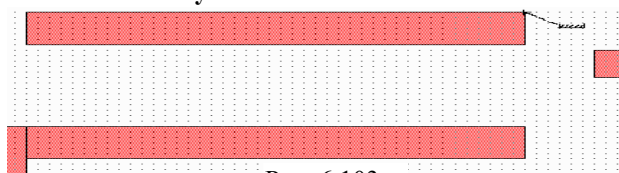
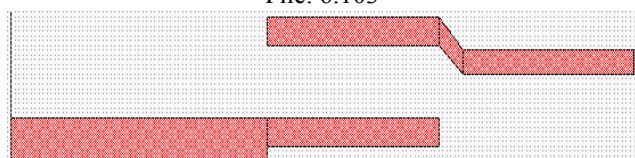

Рис. 6.103
Рис. 6.104
8. Щёлкните по значку **Polygon** на панели инструментов. Поместите курсор на правый верхний угол первого верхнего проводника и щёлкните левой кнопкой мышки, чтобы зафиксировать эту точку (рис. 6.103). Переместите курсор на правый нижний угол первого верхнего проводника и щёлкните мышкой. Переместите курсор на левый нижний угол второго верхнего проводника и щёлкните мышкой. Переместите курсор на левый верхний угол второго верхнего проводника и щёлкните мышкой. Нажмите клавишу **Tab**, введите **-0.3** в поле **dx**, введите **0.35** в поле **dy** и нажмите **OK**. Должна получиться топология, показанная на рис. 6.104.